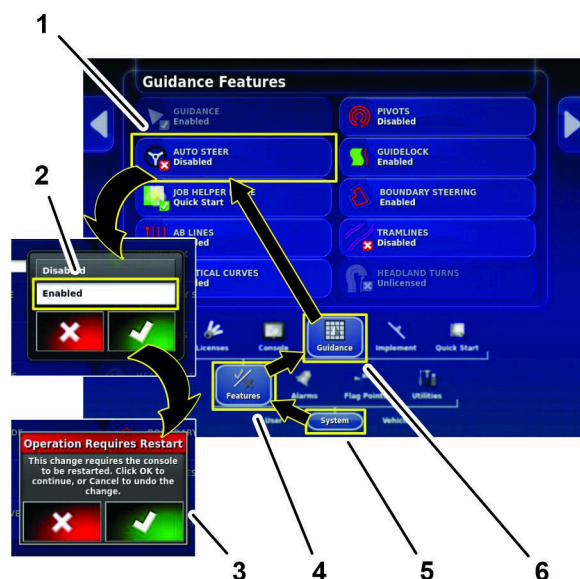

Figure 158
3. Appuyez sur les icônes SYSTEM (système), FEATURES (fonctions) et GUIDANCE (guide) (Figure 158).
4. Appuyez sur l'icône AUTO STEER  (Figure 158).
5. Dans la boîte de dialogue, appuyez sur l'icône ENABLE (activer), puis sur l'icône de confirmation (Figure 158).
6. Dans la boîte de dialogue Operation Requires Restart (redémarrage nécessaire), appuyez sur l'icône de confirmation (Figure 158).